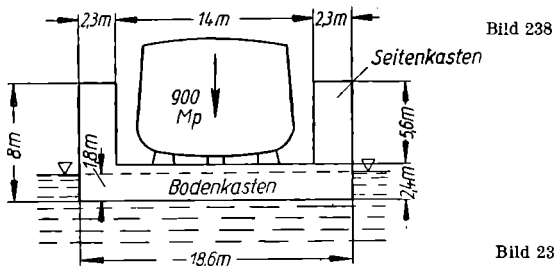
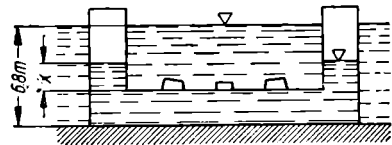

Bild 238
Bild 239
51. Ein Schwimmock (Bild 238) besteht aus einem prismatischen geschlossenen Bodenkasten von 18,6 m Breite, 2,4 m Höhe und 45 m Länge und zwei aufgesetzten Seitenkästen von je 2,3 m Breite, 5,6 m Höhe und derselben Länge. Durch Einlassen von Wasser in den Bodenkasten und in den unteren Teil der beiden Seitenkästen wird das Dock versenkt (Bild 239), so daß das zu dockende Schiff einfahren kann. An den Stirnenden bleibt das Dock offen. Hierauf wird das Wasser aus den Kästen durch die im oberen Teile der Seitenkästen liegenden Pumpen „gelenzt“, d. h. ausgepumpt. Der zunehmende Auftrieb des Außenwassers hebt dann das Dock samt dem Schiff aus dem Wasser heraus (Bild 238). Das Schiff kommt auf Stapelklötzen zum Aufliegen und wird für Ausbesserungsarbeiten zugänglich. Wie groß ist a) der Auftrieb des gehobenen Docks (Bild 238), wenn die Eintauchtiefe 1,8 m beträgt, b) das Eigengewicht des Docks, wenn das gehobene Schiff 900 Mp schwer ist, c) der Auftrieb, den das versenkte Dock vom Außenwasser erfährt (Bild 239), wenn seine untere Bodenfläche bei tiefster Tauchung 6,8 m unter dem Wasserspiegel liegt? d) Wieviel Wasser muß in die Kästen eingelassen werden, damit das Dock untersinkt? e) Welche Höhe x erreicht dabei der Wasserstand in den Seitenkästen? f) Welche Wassermenge müssen die Pumpen sekundlich fördern, um das Dock in $1\frac{1}{2}$ Stunden zu heben?